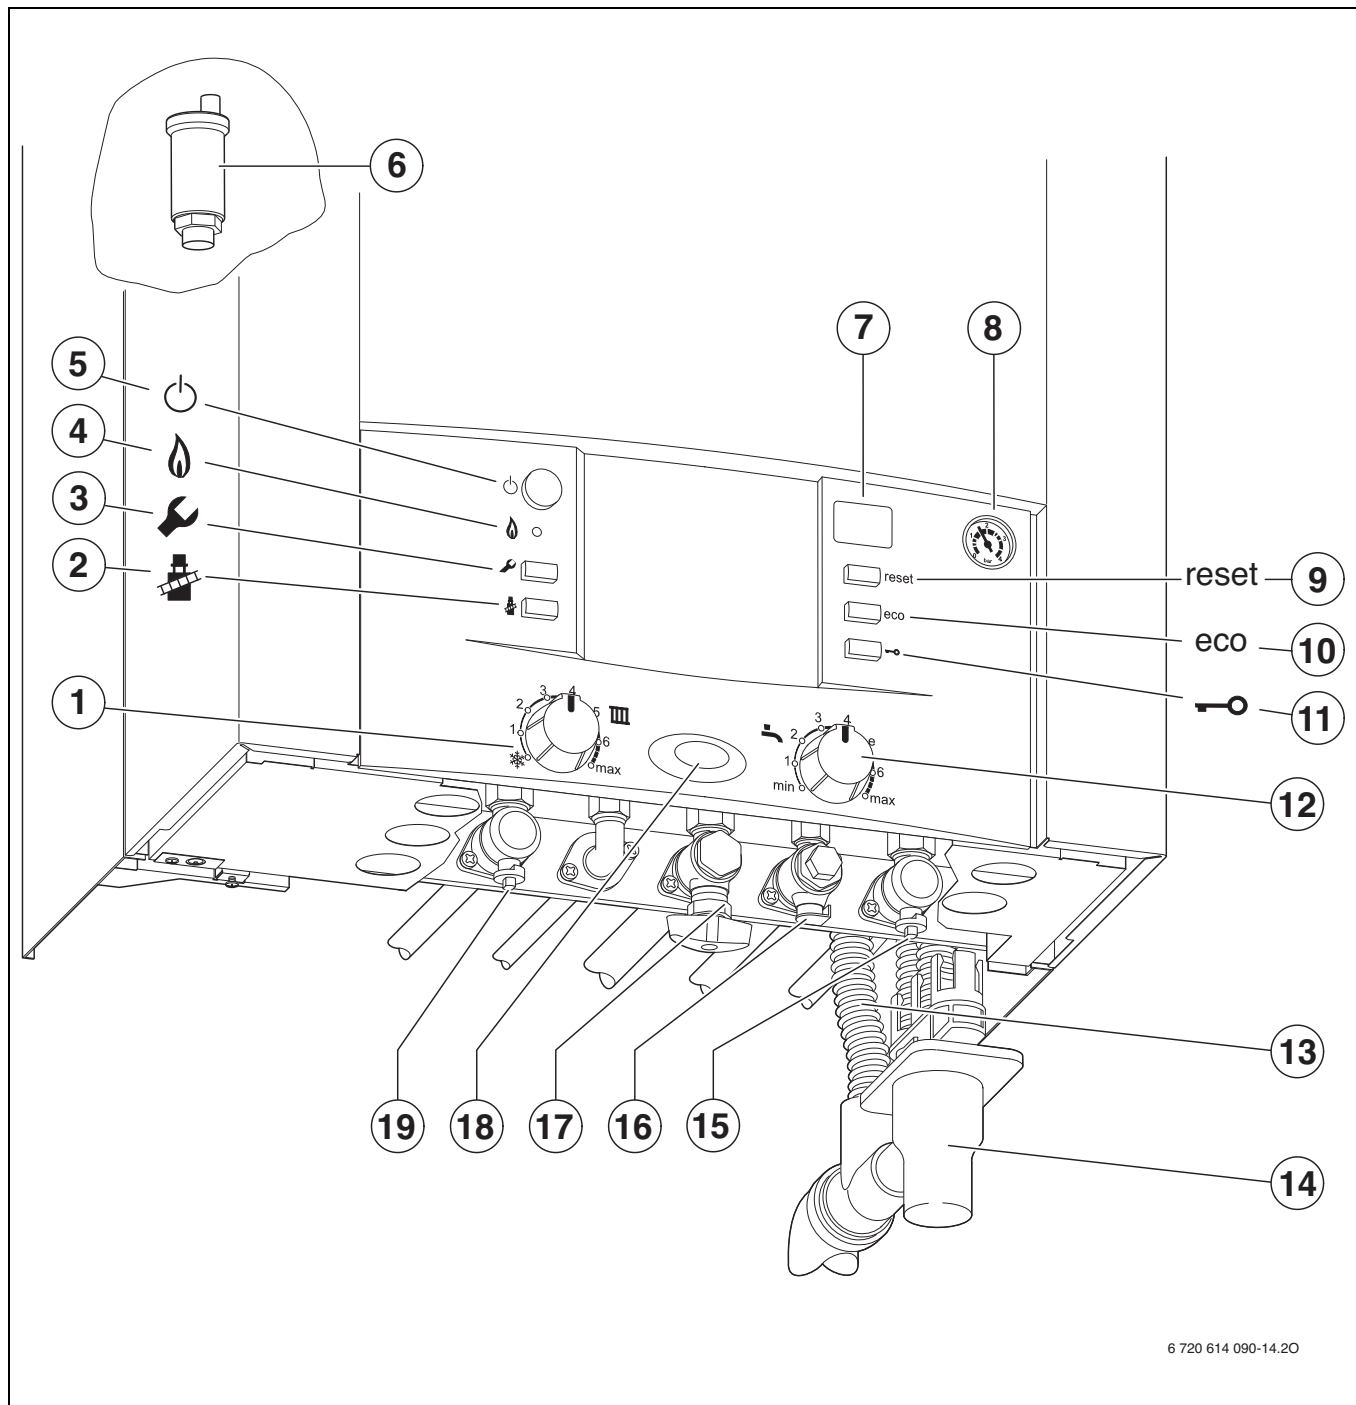

Bild 24
- ▶ Kaltwasserhahn (16) öffnen.
- ▶ Heizungsvorlaufhahn und Heizungsrücklaufhahn [19 und 15, Bild 24] öffnen und Heizungsanlage auf 1 - 2 bar füllen und Füllhahn schließen.